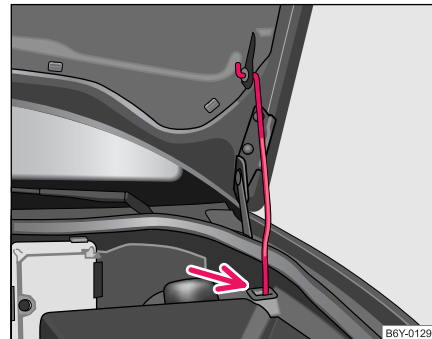

Abb. 125 Sicherung der Motorraumklappe mit der Klappenstütze ▶
- Nehmen Sie die Klappenstütze aus der Halterung und setzen Sie die Klappenstütze in die dafür vorgesehene Öffnung ⇒ Seite 173, Abb. 125.